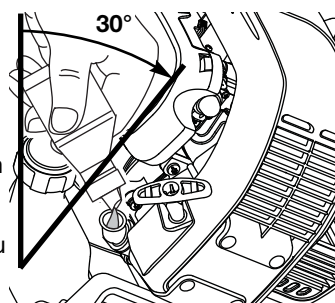

Fig. 11
3. Inclinez l'appareil vers le haut 30° (Fig. 11).